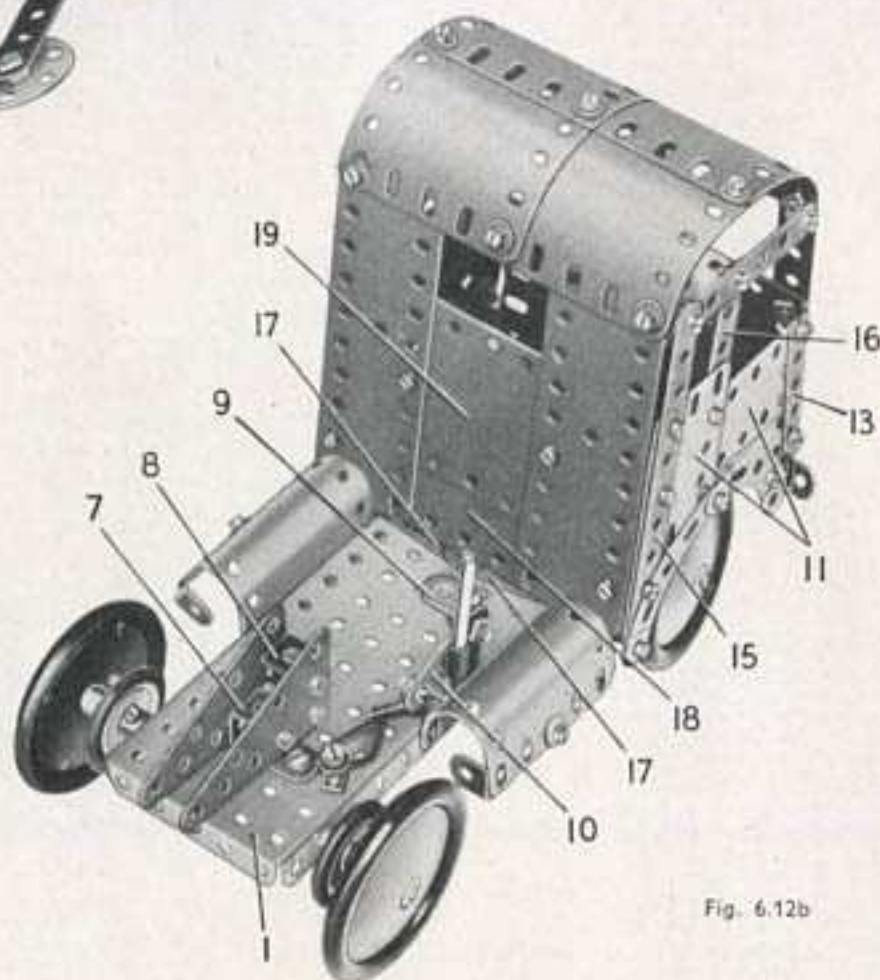

Fig. 6.12b
Le châssis (fig. 6.12b et 6.12c) est constitué par une plaque à rebords de 14 x 6 cm. (1), et par une plaque à rebords de 9 x 6 cm. (2), assemblées par leurs rebords. Les roues arrière sont fixées sur une tringle de 11,5 cm., tenue par des poulies de 25 mm. dans la plaque à rebords (1). Chacune des roues avant est fixée sur une tringle de 4 cm. qui tourne librement dans un support double (3). Une bande de 5 trous (4) est montée entre les rebords de l'un des supports doubles par un boulon de 9,5 mm. Ce boulon est ensuite muni de trois rondelles métalliques et d'un écrou, puis il est bloqué dans le trou extrême d'une bande de 7 trous (5) boulonnée au travers du châssis. Ainsi, le support double et la bande (4) peuvent pivoter ensemble. Un dispositif identique est utilisé pour l'autre roue avant, mais la bande (4) est remplacée par une bande de 3 trous (6). Une bande de 7 trous est articulée par contre-écrous entre les extrémités des bandes (4) et (6).